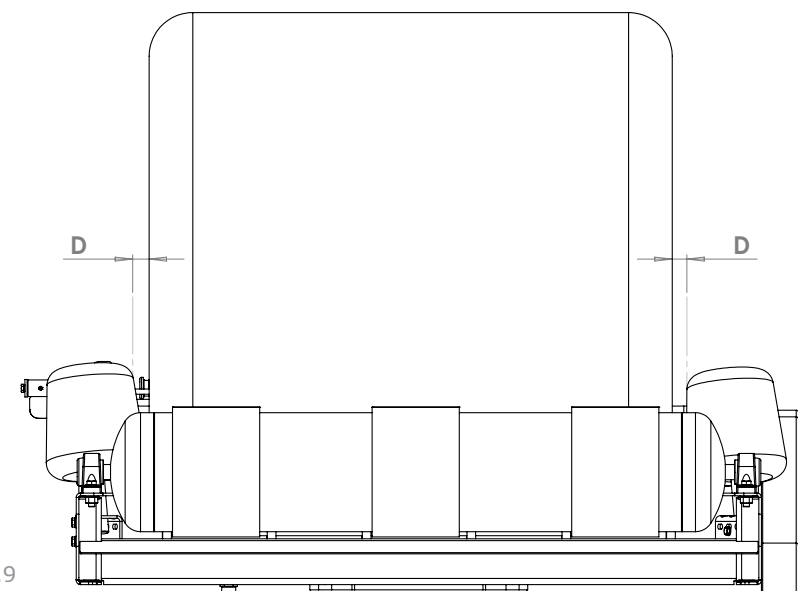

Fig. 6.9
Para permitir a estabilidade do fardo durante o processo de plastificação, os rolos de suporte podem ser ajustados para diferentes tamanhos de fardo. É importante que os rolos de suporte sejam ajustados de forma a que o fardo fique no meio da plataforma. Quando o fardo estiver sobre a plataforma (Ver Fig. 6.9) a distância entre as extremidades do fardo e os rolos de suporte (D) deve ser < 50 mm.